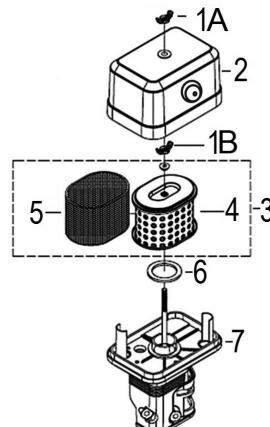

Рис. 21 Обслуживание воздушного фильтра
1. Открутите барашковую гайку 1A и снимите крышку 2 воздушного фильтра (Рис. 21).
2. Открутите барашковую гайку 1B и извлеките из корпуса воздушный фильтр 3 в сборе (Рис. 21).
3. Проверьте целостность и чистоту фильтрующих элементов. Поролоновый (предварительный) фильтрующий элемент 5 установлен на корпусе бумажного фильтрующего элемента 4 (Рис. 21).
4. При незначительном загрязнении промойте поролоновый фильтрующий элемент 5 (Рис. 21) теплым мыльным раствором и просушите. Поврежденный или сильно загрязненный поролоновый фильтрующий элемент замените.
5. Произведите очистку корпуса 7 и крышки 2 воздушного фильтра, не допуская попадания пыли и грязи в воздуховод, ведущий к карбюратору (Рис. 21).
7. Перед установкой воздушного фильтра убедитесь, что уплотнительное кольцо 6 воздушного фильтра находится на месте и не имеет повреждений (Рис. 21).